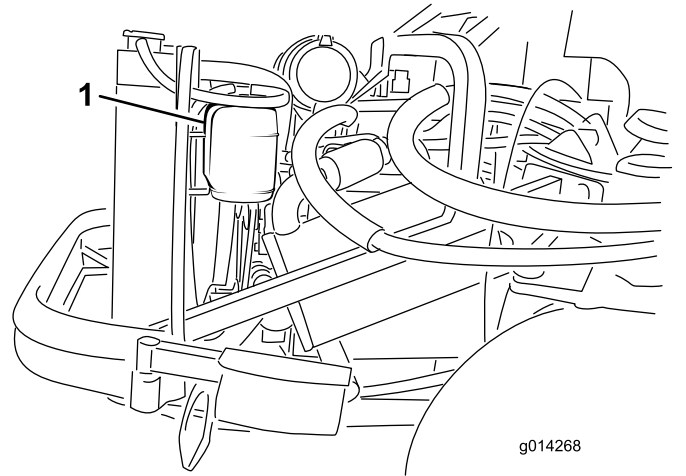

Figure 69
1. Vérifiez le niveau du liquide de refroidissement dans le vase d'expansion (Figure 69). Il doit se